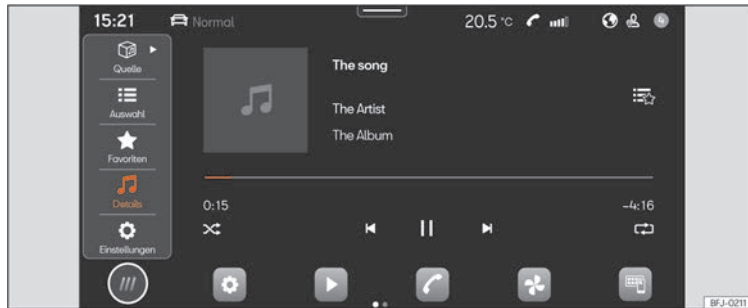

Abb. 143 Schematische Darstellung: Ansicht Medien
- Drücken Sie **HOME > ▶ >>> Abb. 143**.